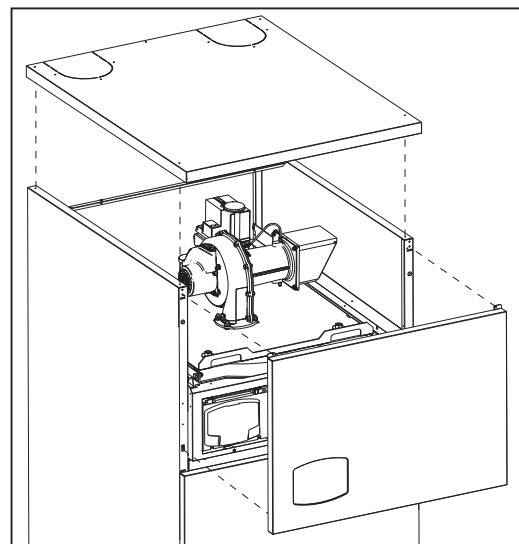

fig. 68
1. Togliere il pannello frontale superiore e il coperchio (fig. 68).